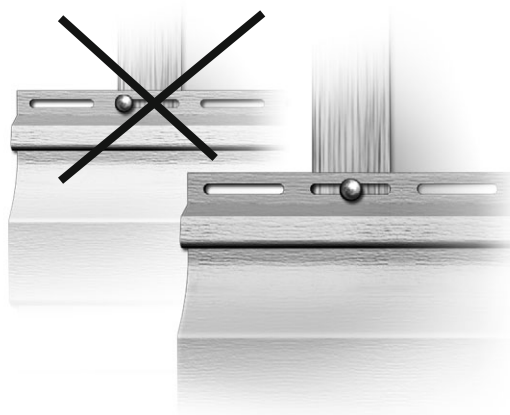

рис. 3
4. Центр гвоздя должен быть в середине перфорированного отверстия (рис. 3).